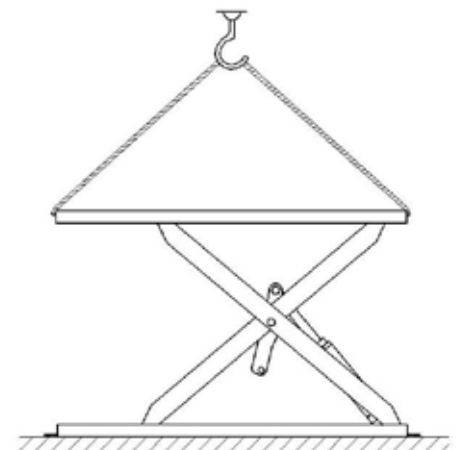

Figure 17
- Utilisez un élévateur à fourche ou autre engin de levage pour lever la plate-forme (figure 17), et veillez à ce que les dispositifs de sécurité de la machine sont enclenchés et verrouillés.